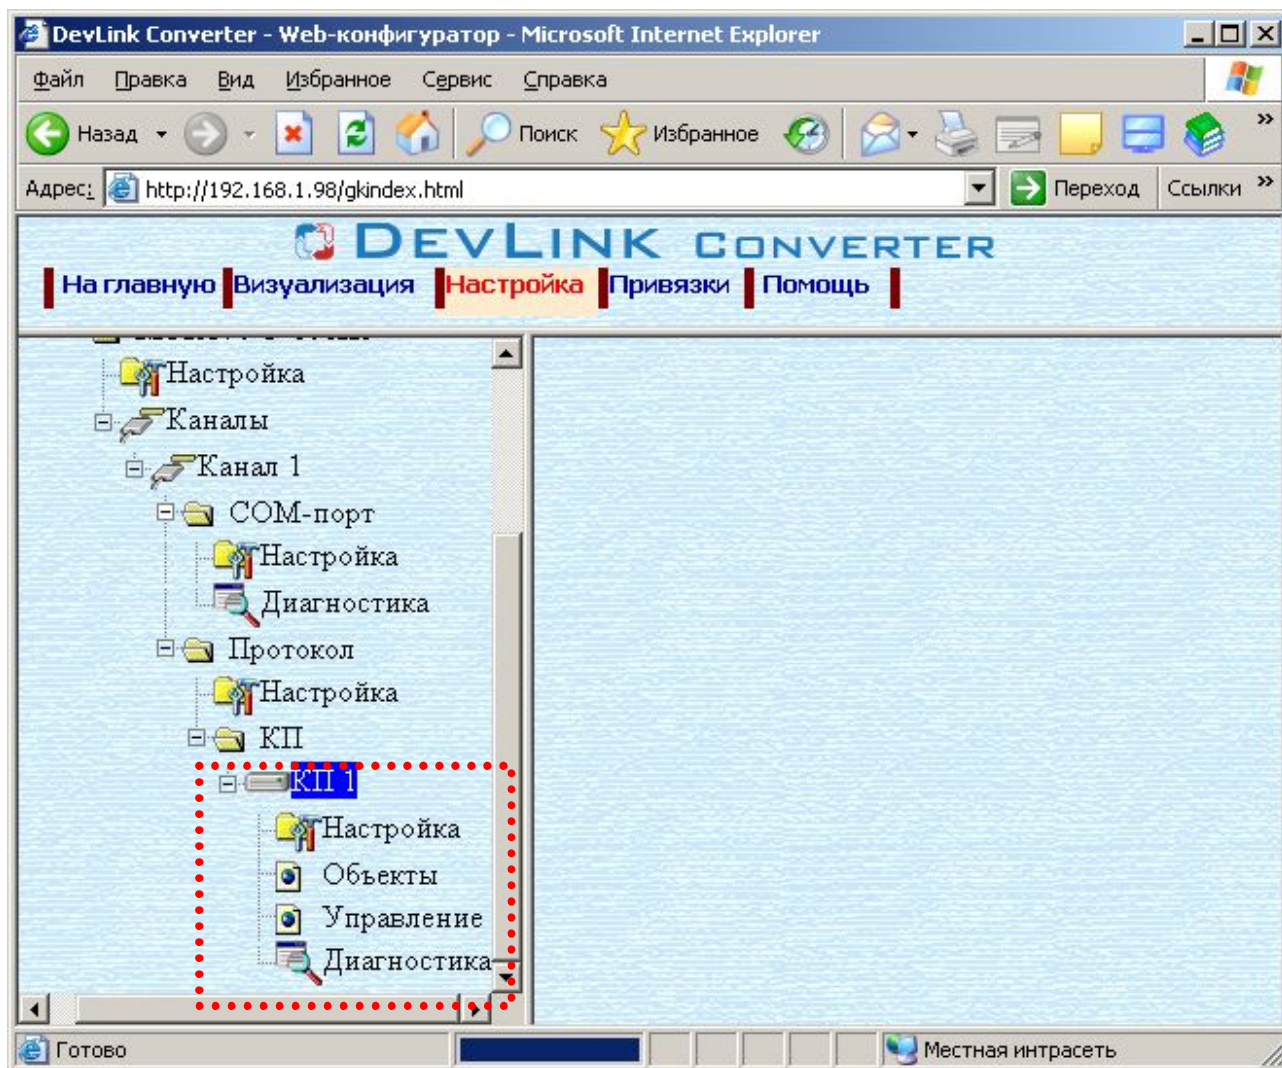

Рисунок 3.6 – Поддерево нового КП канала драйвера
- Нажмите на кнопку *«Добавить КП»*. В результате будет произведено добавление КП. Дерево объектов будет обновлено. Папка *«КП»* канала должна содержать поддерево, относящееся к новому КП (рисунок 3.6).